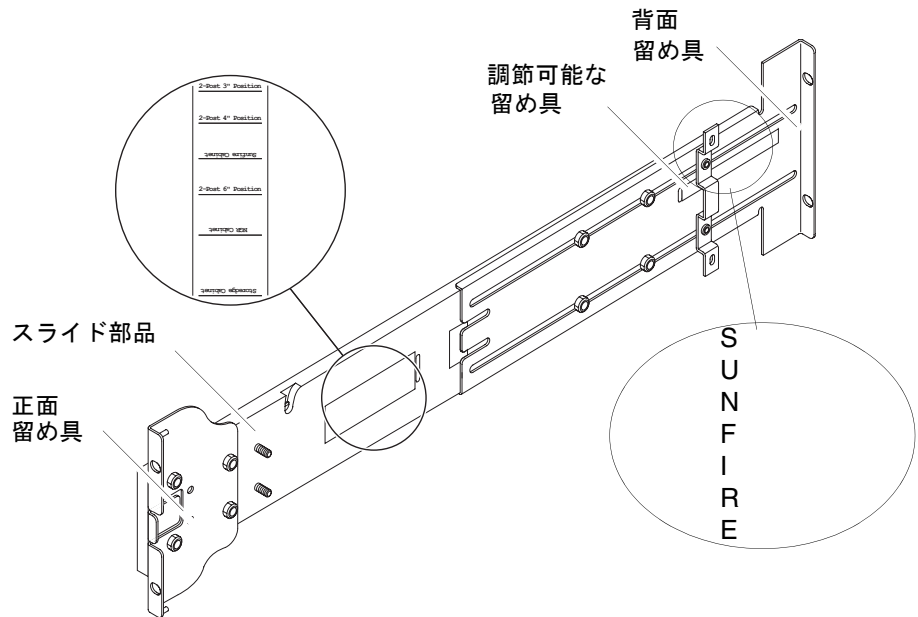

図 1-1 レール部品(標準構成)
各レール部品は、次の4つの部品で構成されます(図 1-1)。
背面留め具または調節可能な留め具の位置を調節して、部品の長さを変更します。スライド部品および背面留め具の金属部分には、特定のキャビネット用の留め具の位置が記されています。図 1-1 に、マークの位置を示します。
1. 調節可能な留め具を固定するナットを取り外し、調節可能な留め具を廃棄します (図 1-1)。